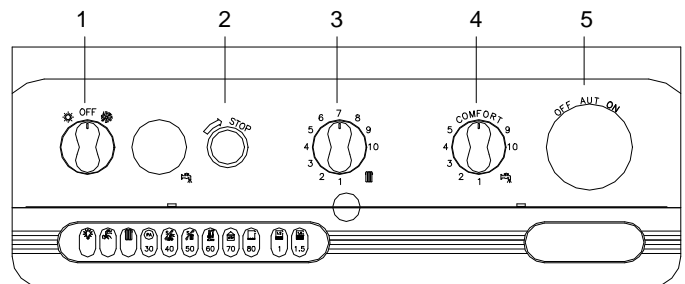
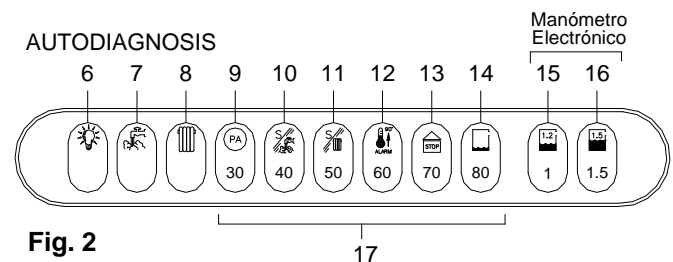

Fig. 1
Fig. 2
- ⇒ *El sistema anti-hielo entra en funcionamiento sólo si la caldera está alimentada eléctricamente (luz testigo 6 encendida – fig.2), con el botón 1 (fig. 1) en posición verano o invierno y la alimentación del gas abierta. La firma o no se asume ninguna responsabilidad ante daños a la caldera causados por la inobservancia de esta recomendación.*
#### REFERENCIAS MANDOS (FIG. 1)
#### REFERENCIAS AUTODIAGNOSTICO (FIG. 2)
- Girar el botón 1 a la posición correspondiente al programa ❄ (véase fig. 1- pág.1) para poner la caldera en fase de INVIERNO, con servicio de calefacción y producción de agua caliente;
La regulación de la temperatura, se efectúa por medio del botón 3 (véase fig. 1- pág.1);
- La regulación de la temperatura, se efectúa por medio del mando 4 (véase fig. 1- pág.1);
En caso de bloqueo de la caldera (fig. 1, pág. 1, luz testigo 2 encendida), proceder de la siguiente manera:
- Presionar el pulsador luminoso 2 (fig. 1, pág. 1).